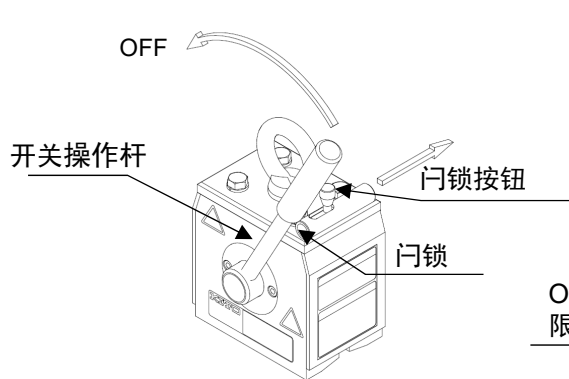

图10-3 KRD8、KRD16
⑦ 轻轻吊起货物，搬运过程中，尽量保证货物在较低的水平面上移动。
⑧ 在放下货物之前，必须确认周围情况，以免发生事故。
⑨ 在确认完全接触地面之后，然后解除固定装置的锁定状态。握住开关操作杆，进行以下操作。
- KRD8、KRD16···手指勾住门锁按钮，将门锁推入主体侧。图10-3